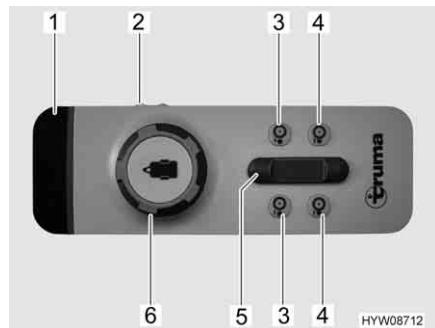

Fig. 8 Telecomando
Il veicolo viene comandato tramite un pomello girevole e un regolatore a scorrimento posizionati sul telecomando (Fig. 8). La seguente tabella descrive la funzione dei singoli elementi di comando/indicazione:
- Spostare l'interruttore a scorrimento (Fig. 8,2) del telecomando su "ON". Il LED verde 4 (Fig. 8,2) lampeggi per circa 5 secondi, quindi rimane acceso. Il sistema di manovra è ora pronto all'uso.
- Su entrambi i lati, avvicinare i rulli di trasmissione alle ruote, premendo contemporaneamente gli appositi tasti (Fig. 8,4) per circa 3 secondi.
- Spostare il veicolo nella posizione desiderata tramite il pomello girevole (Fig. 8,6) e il regolatore a scorrimento (Fig. 8,5). Il veicolo viene movimentato e frenato senza problemi.
- Sui due lati, ruotare i rulli di trasmissione retraendoli dai pneumatici. A tale scopo, premere gli appositi tasti (Fig. 8,3) per circa 3 secondi.
- Spostare l'interruttore a scorrimento (Fig. 8,2) del telecomando su "OFF".